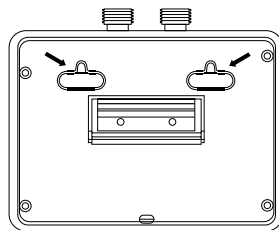

Рис. 3
- После установки шурупов навесьте на них водонагреватель. Места крепления указаны стрелками (рис. 3).
Установите два крепежных шурупа, вкручиваемые в дюбеля в стене, где будет установлен водонагреватель. Места крепления водонагревателя показаны на рис. 3 и 4. Шляпки шурупов должны выступать от стены на расстояние, необходимое для навески на них водонагревателя, чтобы обеспечить надежное крепление и прилегание к стене. Встроенные трубки прибора должны быть расположены вертикально. Трубки входа холодной воды (синий) и выхода горячей воды (красный) обозначены соответствующими цветами. При монтаже необходимо это учитывать и подсоединять арматуру в соответствии с оцветкой. После монтажа нагревателя все соединения следует проверить на герметичность.